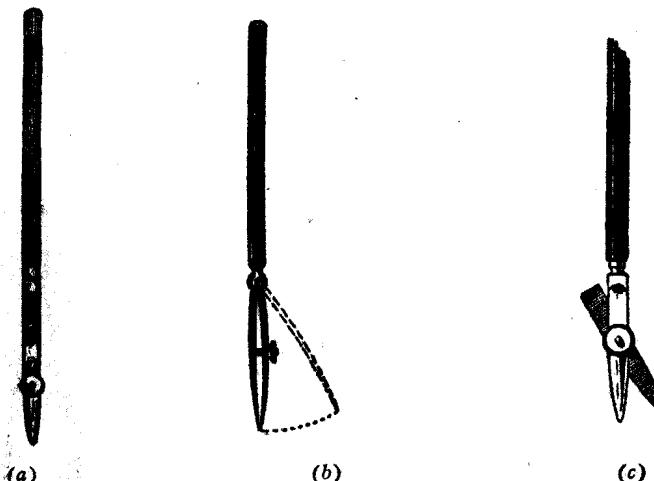

图 16 鸟嘴笔
**6. 鸟嘴笔** 鸟嘴笔是用来为直线或曲线上墨的，又叫墨线笔，绘图时应用最多。鸟嘴笔的两笔叶相对，象一只乌鸦或鸭子的嘴，叫做鸟嘴或鸭嘴；按照鸟嘴的装置不同，鸟嘴笔有三种式样，如图 16，(a) 是最常用的两笔叶固定的一种，(b) 笔叶之一可绕其上端的铰链转动而与另一笔叶分开，(c) 笔叶之一可以绕笔叶本身上的螺旋旋转；(b) (c) 两种便于洗拭笔叶，但不如(a) 经久耐用。